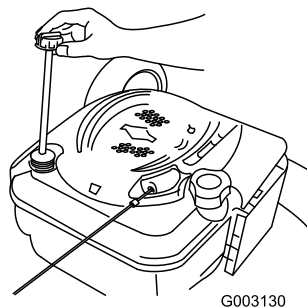

Figura 44
2. Togliete l'asta di livello (Figura 44).